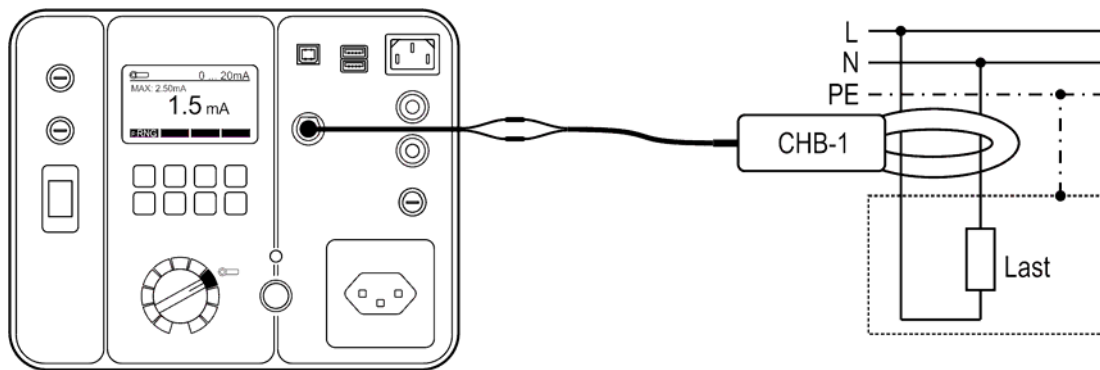

Abb. 27: Anschluss für die Schutzleiterstrommessung (Differenzstrommessverfahren)
- Verbinden Sie die Stromzange entsprechend der Abbildung 27, 28 oder 29, abhängig von dem welchen Strom Sie messen wollen.